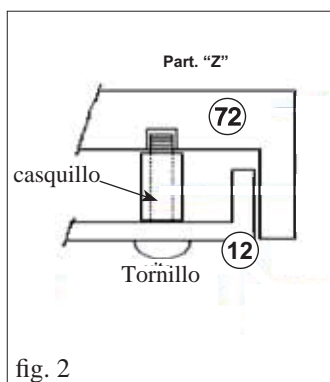

fig. 2
Para un correcto funcionamiento de la parte frontal anterior superior (72) es necesario interponer entre esta y la parte frontal (12) el casquillo que se su ministra, como se indica en la figura "Z" (fig. 2).